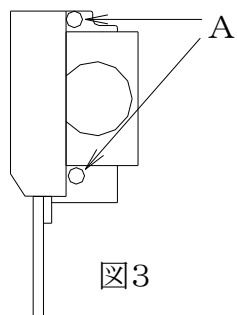

図3
(図3参照)
- ・ カッターブロックを取り付けます。カップリングの凹凸、ピン、ノックピンとノック穴を正確に合せ取り付け、図3のAのネジを締めて下さい。